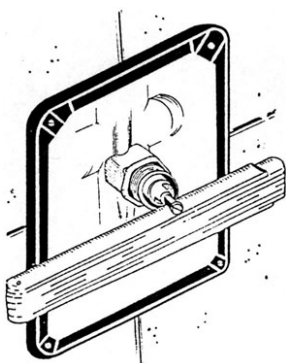

Abb. 3
- Betätigungsschraube am Kopfstück des Druckspülers justieren und ggf. auch ablängen. Hinweis: Der Schraubenkopf muss bündig sein mit einem breitseits auf den Montagerahmen aufgelegten Meterstab, siehe auch Abb. 3 (Skizze).